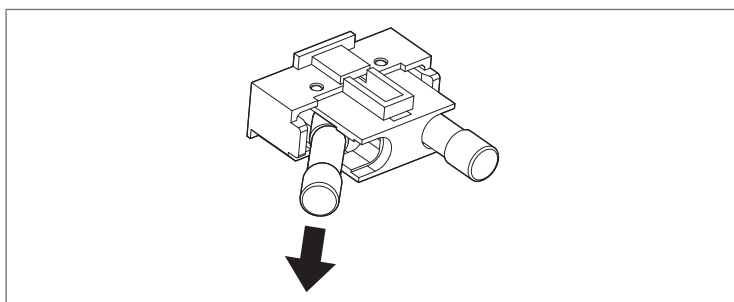

Рис. 6.3
5. Выньте предохранители из блока предохранителей (рис. 6.3).